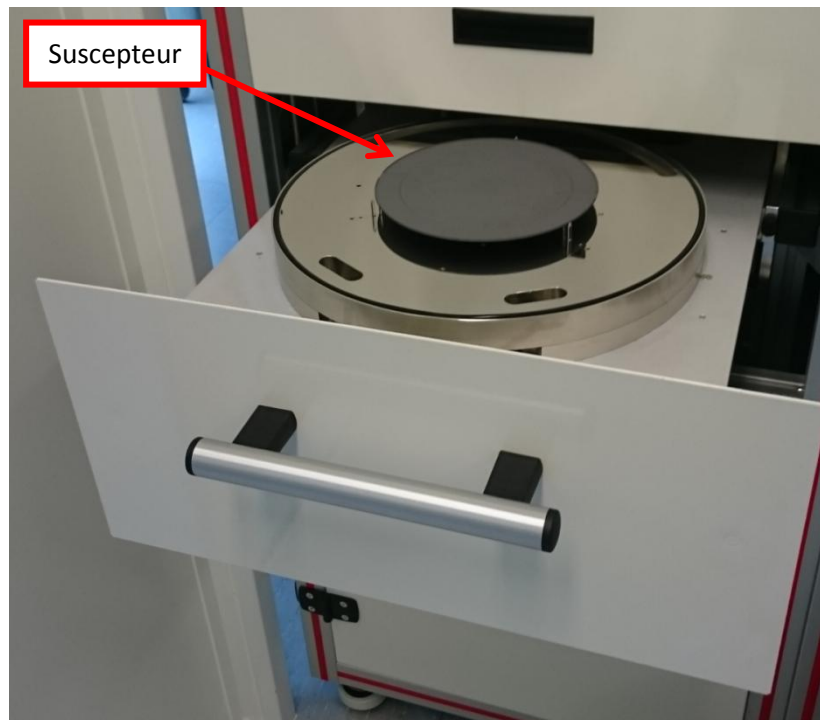

Figure 2: Sole avec suscepteur
- La sole (Figure 2) porte le substrat à traiter ou un suscepteur avec couvercle de 3 à 6 pouces. Elle a un mouvement horizontal pour permettre le